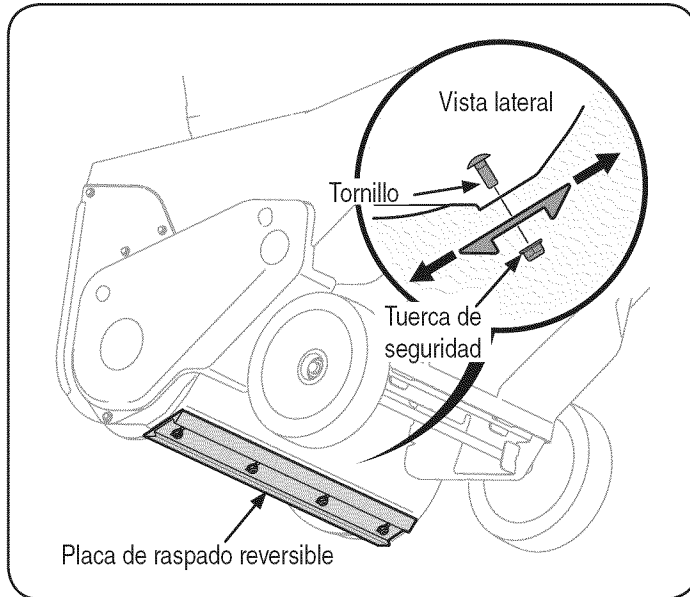

Figura 20
- Afloje los cuatro tuercas y los tornillos de bloqueo de transporte que sujetan la placa de afeitar a la vivienda. Consulte la Figura 20. Mueva el afeitado placa en la posición adecuada y vuelva a apretar las tuercas y los tornillos.
3. Quite los cuatro pernos de carro y las tuercas de seguridad con brida que la sujetan a la caja de la máquina quitanieve. Refiérase a la Figura 20 en la página 52.